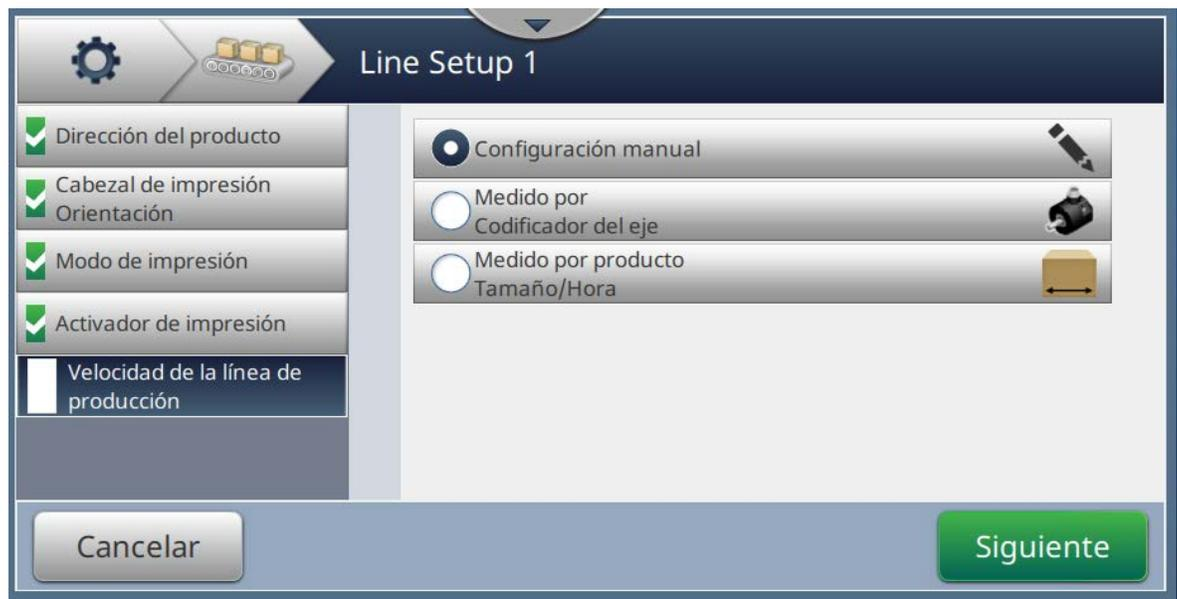

Figura 6-35: Configuración de línea: Velocidad de la línea
1. Pulse *Velocidad de la línea* en la pantalla Configuración de línea y seleccione la velocidad necesaria de la línea, como se muestra en la Figura 6-35. Pulse el botón  para definir la velocidad de la línea.
1. Seleccione *Configuración Manual*, como se muestra en la Figura 6-35. Pulse el botón
1. Seleccione *Medido por Codificador del eje*, como se muestra en la Figura 6-35. Pulse el botón  para introducir los parámetros requeridos.
1. Seleccione *Medido por producto Tamaño/Hora*, como se muestra en la Figura 6-35. Pulse el botón **Siguiente** para introducir los parámetros requeridos.